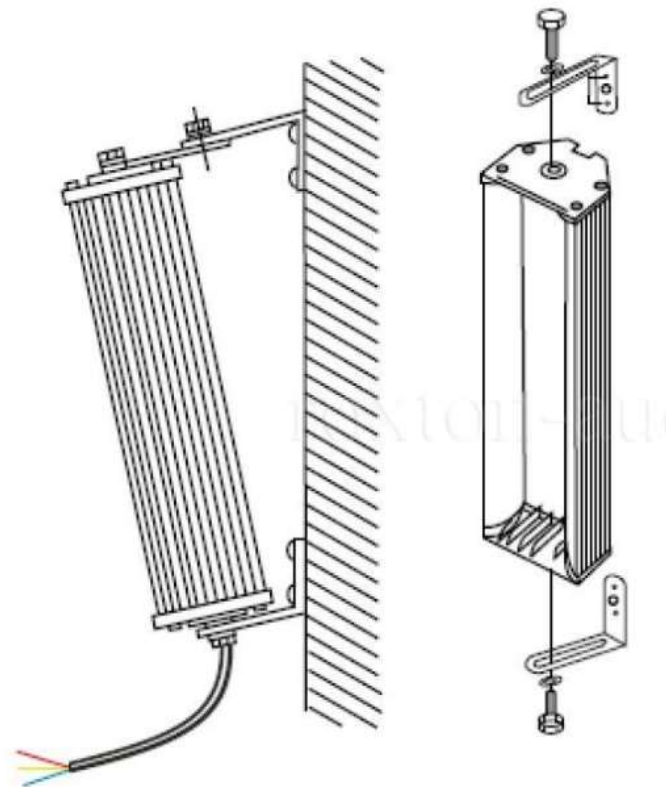

Рисунок 9
4.5 Для установки громкоговорители следует разместить на стену (или иную вертикальную поверхность) при помощи деталей, входящих в комплект монтажных частей, и зафиксировать через установочные отверстия кронштейна (рисунок 9).